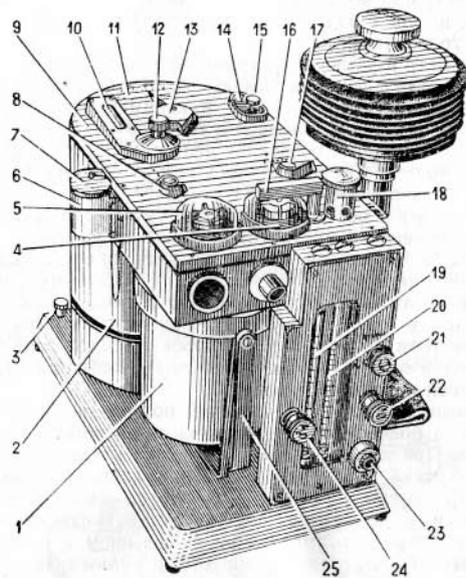
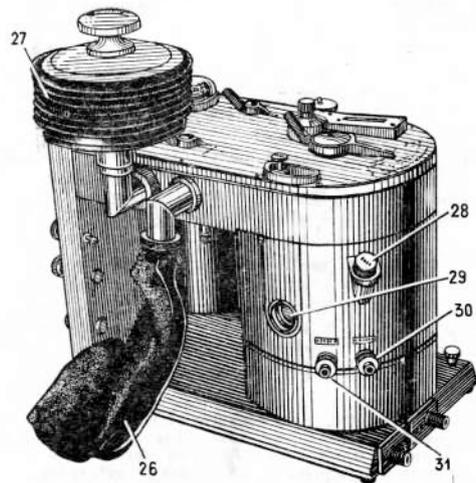

Рис. 3. Блок аппарата:
Рис. 4. Блок аппарата:
Дозиметр и узел рециркуляции с подсоединенными к нему узлами установлены на основании. На основании крепится клемма заземления 3 (рис. 3). К клемме заземления присоединяется провод, крепящийся к шине заземления.
4.2.1. Дозиметр (см. рис. 3) служит для составления дозированной смеси газов. Он состоит из отдельных ротаметров для закиси азота 19 и кислорода 20 и смесительной камеры, собранных в одном корпусе. На панели дозиметра расположены вентили включения и регулировки расхода кислорода 22 и закиси азота 24, ручка включения инжектора 21, кнопка экстренной подачи кислорода 23.
4.2.2. Узел рециркуляции (см. рис. 3, 4) состоит из эфирницы, абсорбера, распределительного крана, рециркуляционных клапанов вдоха и выдоха и крана, обеспечивающего направление газового потока в мешок или мех. Конструктивно он представляет собой литой блок, к которому снизу крепится водяная баня эфирницы 2 с испарительной камерой и стакан абсорбера 1. На верхнюю панель блока выведены клапаны рециркуляции вдоха 4 и выдоха 5, магнит на стойке 16, клапан разгерметизации 18, ручка-указатель крана эфирницы 13, ручка-указатель распределительного крана 8, указатель крана мех-мешок 17, лимб термомпенсатора эфирницы 12, термо-
Между эфирницей и клапаном вдоха расположены мех 27, дыхательный мешок 26 (см. рис. 4), служащий ресивером для сбора газа, непрерывно поступающего из дозиметра. Во время вдоха клапан 4 (см. рис. 3) открывается, пропуская газовую смесь из мешка к большому. Во время выдоха этот клапан закрывается, предотвращая возврат выдыхаемых газов в мешок.
4.2.3. Чтобы подсоединить к аппарату испаритель фторотана, необходимо из накладки 6 (см. рис. 3) вынуть пробку 7, конусный штуцер испарителя фторотана вставить в накладку. При этом газ из дозиметра по каналу в корпусе аппарата попадает в испаритель. Насыщенная парами фторотана газовая смесь из испарителя попадает в корпус аппарата и направляется на вдох больному. Так как газовая смесь проходит через испаритель эфира, необходимо обращать внимание на положение ручки-указателя.
Абсорбер представляет собой металлический стакан с центральной трубкой для прохода газа и крепится снизу к литому корпусу аппарата с помощью скобы 25 (см. рис. 3). В абсорбер засыпается 1 кг поглотителя ХПИ. Из абсорбера очищенная от углекислого газа газовая смесь с помощью распределительного крана направляется на вдох больному.
7.6.1. При температуре в операционной 20—28°С в водяную баню испарителя залейте 1 л дистиллированной воды, подогретой до 25°С, затем в воронку для залива эфира 14 (см. рис. 3) налейте эфир до контрольной риски на смотровом стекле. Вход в эфирную камеру закройте пробкой с надписью ЭФИР. Для того чтобы залить эфир, пробку оттяните вверх и поверните на 90°.
Газы, пройдя дозиметр, поступают в испаритель фторотана (если он подсоединен к аппарату) или испаритель эфира. Затем, в зависимости от положения указателя крана 17 (см. рис. 3), в мех или мешок (по назначению анестезиолога) и через клапан вдоха 4 поступают через шланг и тройник на вдох больному.
Газы, пройдя дозиметр, испаритель фторотана, испаритель эфира, поступают в мех или мешок в зависимости от положения указателя крана 17 (см. рис. 3) и через клапан вдоха 4 поступают по шлангу через адаптер или нереверсивный клапан на вдох больному.
Ручка-указатель распределительного крана 8 (см. рис. 3) ставится в любое положение, так как выдыхаемый газ идет